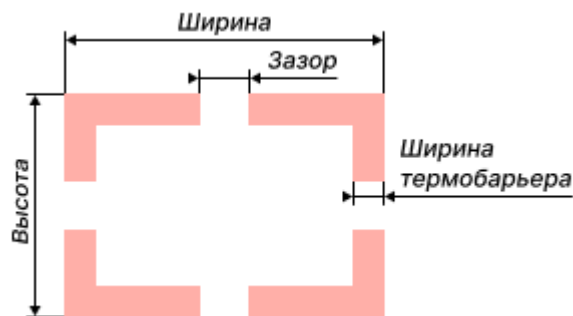

Рис. 211 Параметры апертury
- Ширина – общая ширина всей апертуры, включая зазоры и ширину термобарьера. Значение может быть задано в диапазоне 0,01 – 100 мм с шагом 0,1 мм, см. Рис. 211.